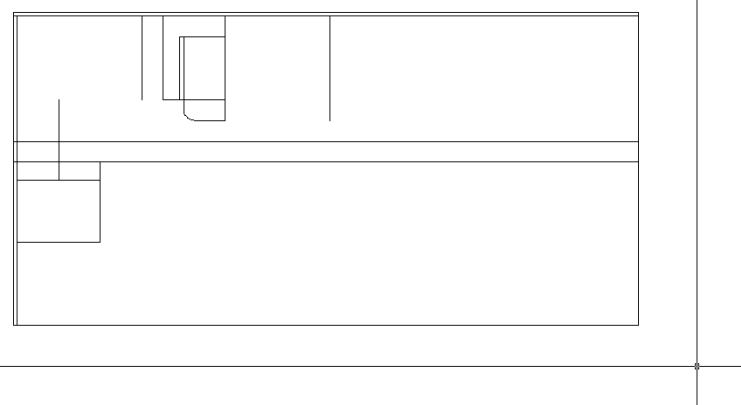

Рис. 4.25 ▼ Базовые линии для создания контуров большой тумбы и парты
- Используя рис. 4.3, выполните смещение правой стенки тумбы системного блока вправо на 500 мм, а затем сместите внутреннюю горизонтальную линию задней стенки рабочей зоны вниз на 600 мм, а затем полученную линию вниз на 100 мм. (Как вы помните, для задания нового смещения, каждый раз нужно завершать и снова запускать команду **Подобие** (Offset) или просто под двойным нажатием **Enter**.) Результат должен выглядеть так, как показано на рис. 4.25.